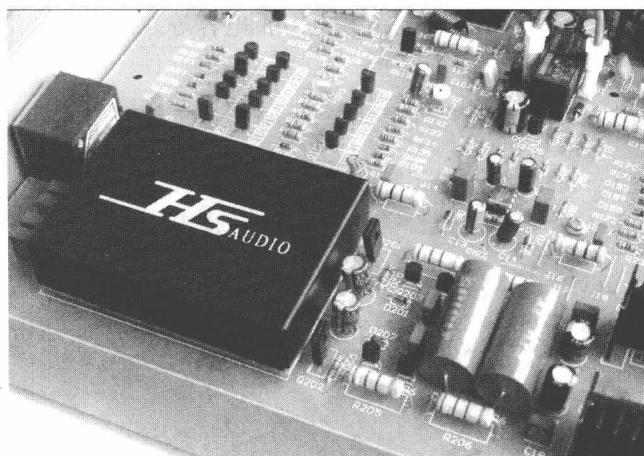

图 0-3 PCB 提供识别字符和图形
③ PCB 为自动焊锡提供附焊图形，为元件插装、检查、维修提供识别字符和图形，如图 0-3 所示。